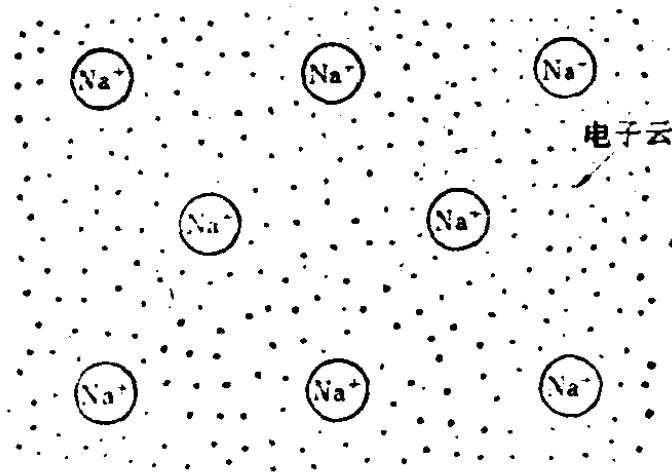

图 2.4 Na^+ 离子结合的另一种表示方法
我们可以把图 2.3 的形式描绘成图 2.4 所示的形式。
- ① 由于它具有大量自由电子，电子的运动使金属具有良好的导电性能。
- ② 热是由于晶格的振动和自由电子的运动的结果。因为参加运动的自由电子很多，所以金属具有良好的导热性能。
- ③ 如图 2.3 和图 2.4 所示，电子云中的钠离子 Na^+ 是均匀分布的。即使某个原子发生错动，亦能恢复到原始位置。所以，即使发生弯曲或拉伸之后也不会破坏(有延展性)。